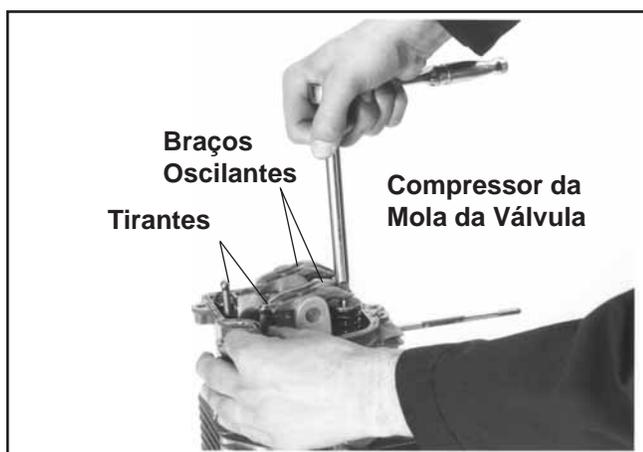

Figura 11-36. Instalar Tirantes Debaixo de Braços Oscilantes (Cabeças do Estilo Ponte Oscilante).
4. **Cabeças Com Ponte Oscilante – Figura 11-36.** Comprima a mola da válvula e assente os tirantes nas tomadas debaixo da extremidade dos braços oscilantes.